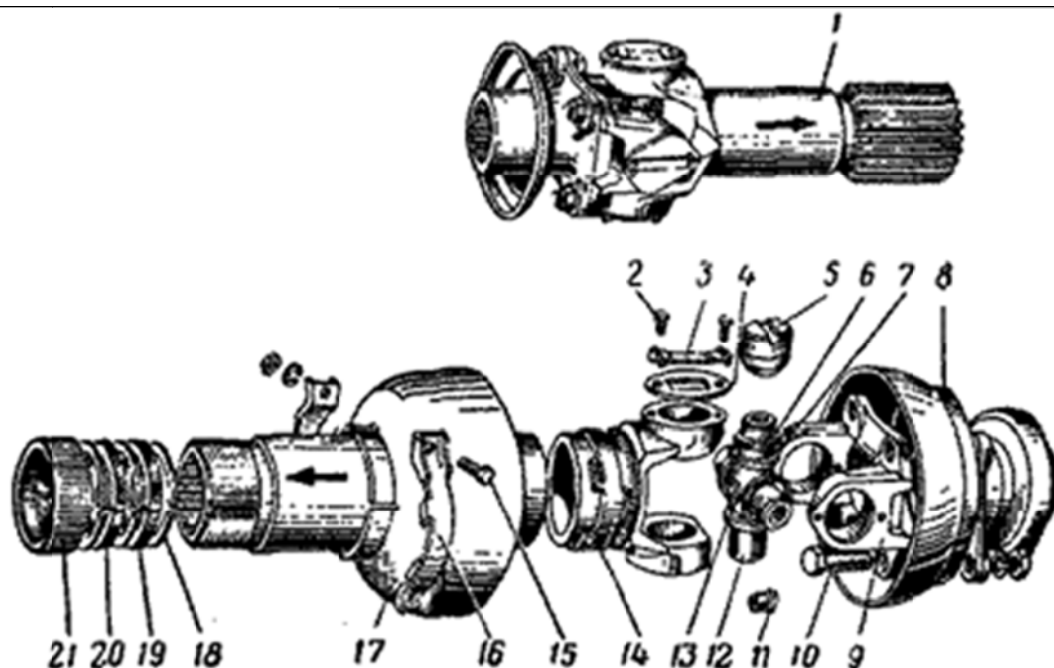

Рис. 2.18. Передний карданный вал:
12. Ослабить затяжку болтов 15 (рис. 2.18) стяжных скоб 17, сдвинуть скобы и наружный защитный колпак 16 по переднему карданному валу	Ключ 9 × 11, ключ торцовый 10 (ключ 10 × 12)
<p>1. Подложить под передние колеса колодки, включить передний мост и затормозить автомобиль центральным тормозом. Ввернуть пробки воздушных кранов колес</p> <p>2. Вывернуть пробки словного и контрольного отверстий заднего моста и слить масло. Завернуть пробки</p> <p>3. Отвернуть гайку пальца нижнего кронштейна амортизатора задней подвески, снять шайбы и втулку, отсоединить амортизатор от кронштейна и снять вторую втулку и шайбу</p> <p>4. Повторить переход 3 для другого амортизатора</p> <p>5. Ослабить затяжку болтов 15 (рис. 2.18) стяжных скоб 16, сдвинуть скобы и наружный защитный колпак 17 по заднему карданному валу</p>	<p>Колодки (4 шт.), ключ 40П-3901136-А воздушного крана</p> <p>Ключ 32×36, ключ специальный квадрат 11, посуда для масла</p> <p>Ключ 19×22</p> <p>Ключ 9×11, ключ торцовый 10 (ключ 10×12)</p>